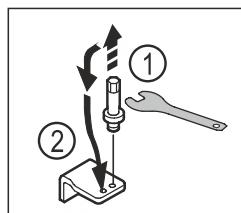

Fig. 17
- Izskrūvējiet apakšējā gultņa balsta tapu ar ārēju sešstūra uzgriežņatslēgu SW5. Fig. 17 (1)
- Ievietojiet tapu pretējā pusē. Fig. 17 (2)